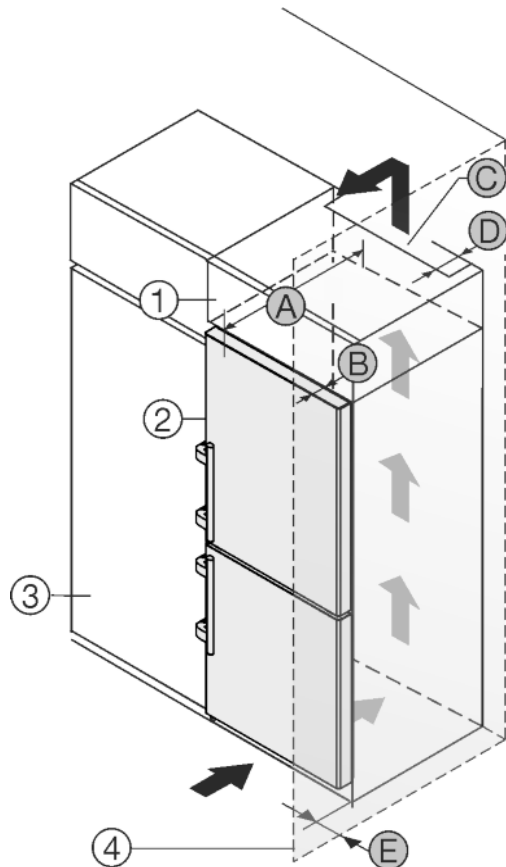

Fig. 13
A készüléket körbe lehet építeni konyhaszekrényekkel. Rá lehet szerelni Fig. 13 (2) egy rátétszekrényt, hogy a készüléket a konyhabútorok magasságához Fig. 13 (1) igazítsa.
A készüléket közvetlenül a konyhaszekrény Fig. 13 (3) mellett is felállíthatja. Ahhoz, hogy az ajtókat teljesen ki tudja nyitni, a készüléknek a konyhaszekrény elülső oldalához képest legalább a mélységnek Fig. 13 (B) megfelelően ki kell állnia. A konyhaszekrények mélységétől és a fali távolságtartók használatától függően a készülék nagyobb mértékben is kiállhat.
- A rátétszekrény hátoldalán egy mélységű Fig. 13 (D) szellőző aknát kell a rátétszekrény teljes szélességében kialakítani.
- A mennyezett alatt be kell tartani a szellőző keresztmetszetet Fig. 13 (C).
Mikor a készüléket a csuklópántokkal egy fal Fig. 13 (4) mellett állítja fel, akkor a készülék és a fal közti távolságot Fig. 13 (E) be kell tartani. Ez nyitott ajtó esetén megfelel a fogantyú túlnyúlásának.